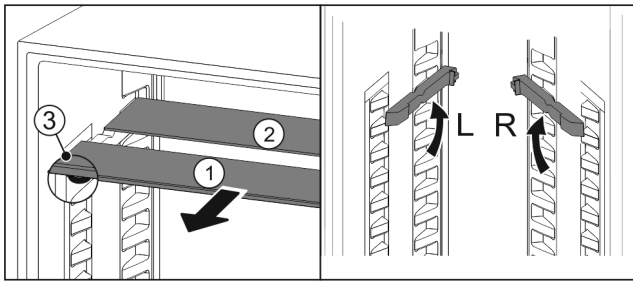

Fig. 97
- ▶ Glasplaten afzonderlijk vanaf de voorkant eruit trekken Fig. 97 (1).
- ▷ Glasplaat Fig. 97 (1) met sierlijst ligt voor.
- ▷ Stops Fig. 97 (3) zijn naar onder gericht.